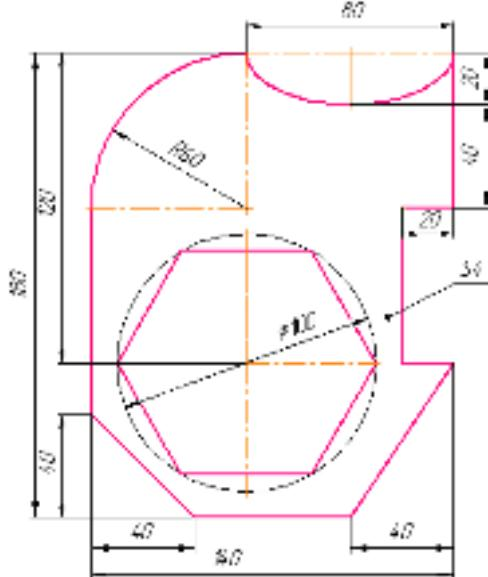

Рис. 26 - приклад завдання № 13.
1. Виконати у графічній системі AUTOCAD індивідуальне завдання, яке запропоновано викладачем, згідно свого варіанту за списком групи. Приклад на рис. 26, файл виконується на шаблоні формату А₃.